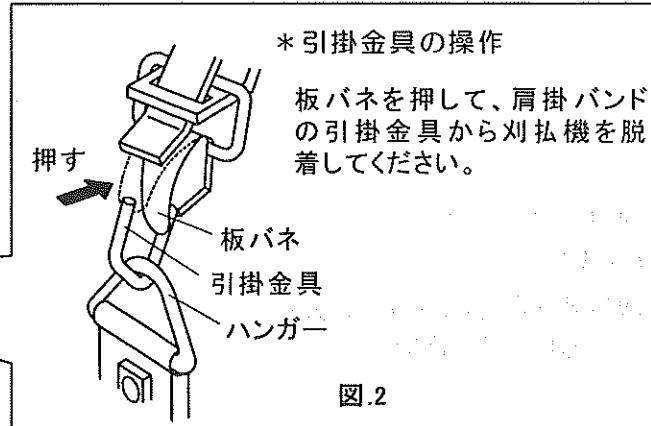

図.2
- ② 図.2 のように、肩掛けバンドの引掛金具を刈払機のハンガーに取り付けてください。
- ③ 刈払機を身体の右側に吊り下げ、刈刃が地面と平行になるようにバンドの長さを調整してください。